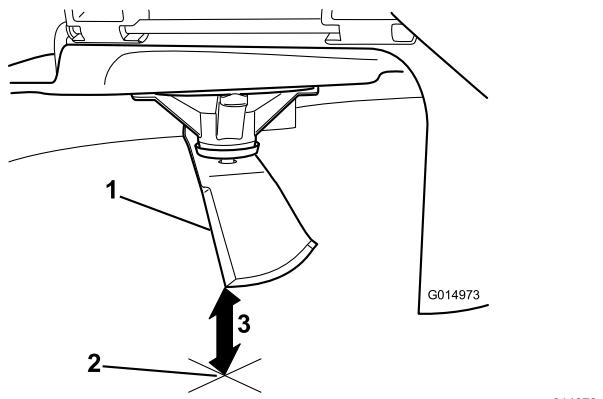

Figure 82
- Mesurez la distance entre la pointe de la lame et la surface plane (Figure 82).